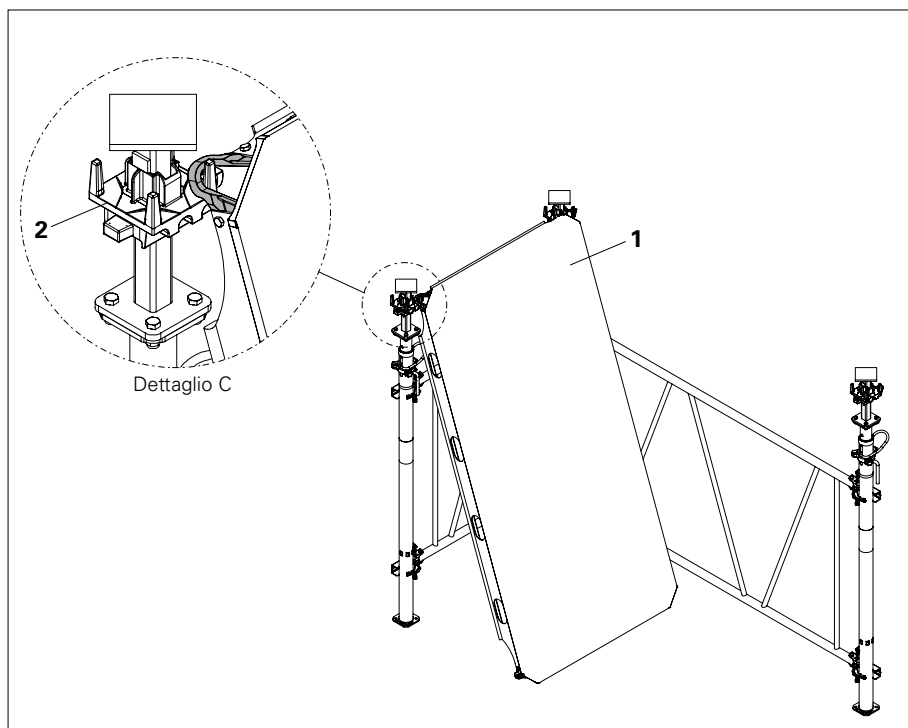

Fig. A5.02
5. Agganciare il pannello ADP (1) tra due puntelli. (Fig. A5.02)